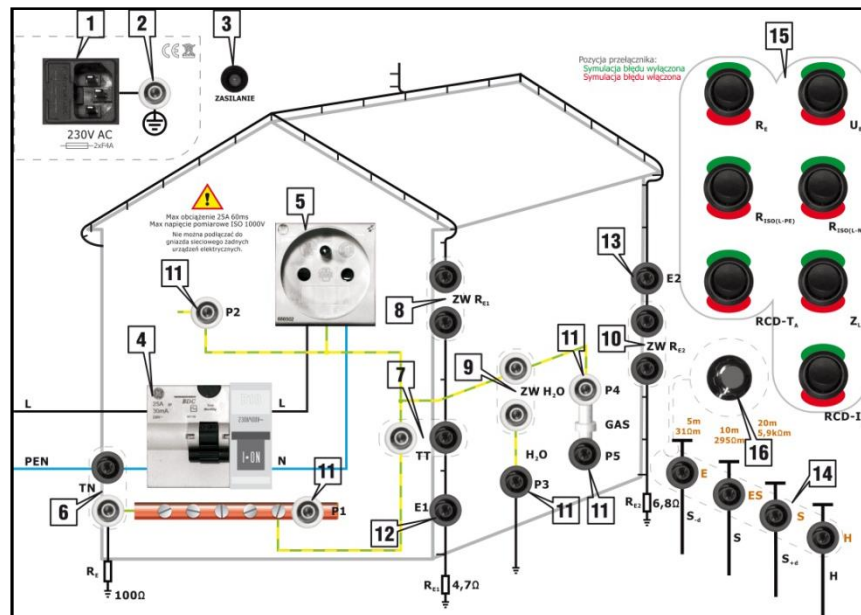

Рис.1. Расположение элементов панели демонстрационного стенда DB-1.
- выбрать тип сети ТТ или TN, используя соответствующие перемычки (Рис. 1);